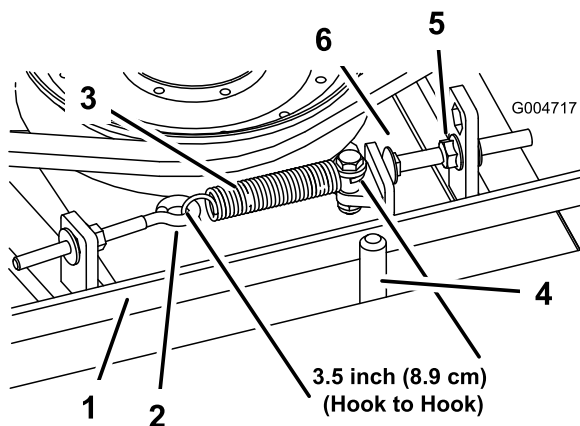

Bild 69
Bei richtiger Spannung sollte die Messung innen an der Verlängerungsfeder (Haken zu Haken) ungefähr $8,9 \text{ cm} \pm 0,63 \text{ cm}$ betragen. Wenn die Federspannung richtig ist, stellen Sie die Anschlagschraube (Schlossschraube) ein, bis der Abstand zwischen dem Schraubenkopf und dem Spannarm ungefähr $0,32 \text{ cm} \pm 0,152/0,000 \text{ cm}$ beträgt (Bild 69).
Hinweis: Achten Sie darauf, dass der Riemen auf der Federseite der Riemenführung positioniert ist (Bild 69).
2. Lösen Sie den Augenbolzen, um die Verlängerungsfeder abzunehmen (Bild 69).
3. Lösen Sie die Bundmutter, mit der die Anschlagschraube an der Befestigungslasche befestigt ist. Schieben Sie die Mutter so weit zurück, dass der Spannarm an der Anschlagschraube vorbeigeführt werden kann (Bild 69). Bewegen Sie die Spannscheibe vom Riemen weg, um diesen zu entspannen.
8. Setzen Sie die Verlängerungsfeder (Bild 69) wieder in den Augenbolzen ein und spannen Sie den Riemen wie folgt: